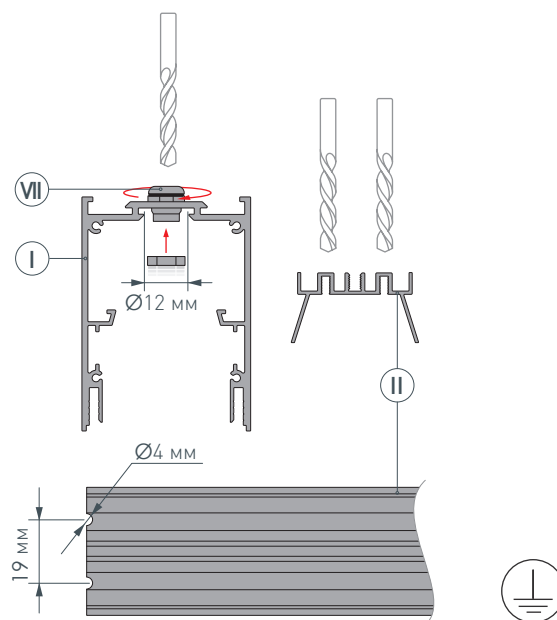

Рис. 1. Подготовка отверстий для вывода кабелей на основании для светодиодной ленты Ⓜ. Вид сверху
- 1** / Просверлите отверстие $\varnothing 12$ мм в профиле Ⓘ для вывода сетевого кабеля, а также для установки клемм заземления профиля и блока питания. Затем просверлите два отверстия $\varnothing 4$ мм в основании для ленты Ⓜ для вывода кабеля питания светодиодной ленты, как показано на рис. 1. **Установите клеммы заземления профиля и блока питания.** Установите и зафиксируйте в профиле Ⓘ, в отверстии для сетевого кабеля медную муфту Ⓥ.